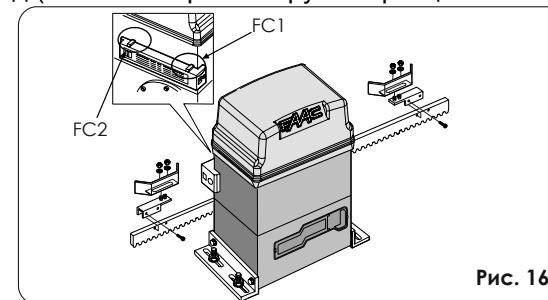

Рис. 16
4. Переместите пластину концевого выключателя в направлении открытия ворот до тех пор, пока геркон не перейдет в режим OFF (рис. 16); далее сдвиньте пластину в том же направлении еще на 45 мм и закрепите ее на рейке.
6. Переместите пластину концевого выключателя в направлении закрытия ворот до тех пор, пока геркон не перейдет в режим OFF (рис. 16); далее сдвиньте пластину в том же направлении еще на 45 мм и закрепите ее на рейке.
9. Расстояние от концевого выключателя до пластины концевого выключателя должно быть не менее 5 мм (рис. 16).